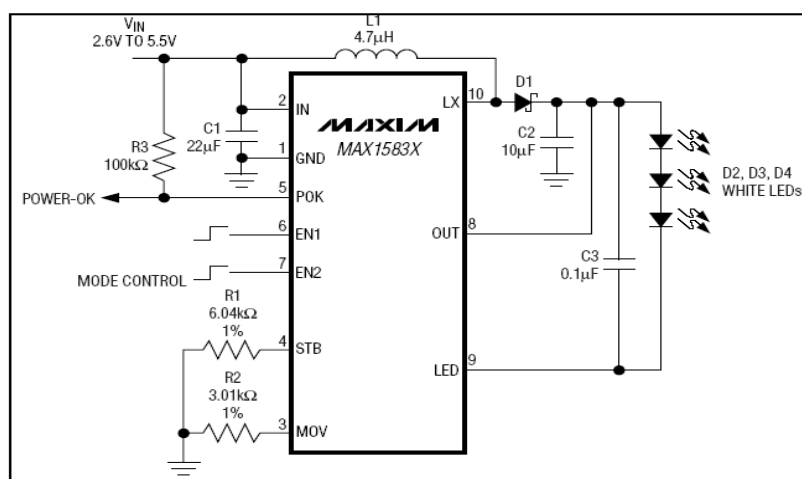

图 4. 照相机手机闪光灯驱动典型应用电路
(1)：MAX1583：能够以大电流驱动 5 个串联白光 LED，适用于移动电话、PDA 和其它手持终端。图 4 是为串联 LED 提供驱动的典型应用电路，两个逻辑输入 EN1/EN 用于选择 4 种操作模式：关断模式 (0.5uA 最大)、放映模式 (电流达 100 mA)、预充模式 (在 LED 熄灭时将储能电容充电至 24V) 和闪光灯模式 (电流达 300mA)。MAX1583 有 3 种不同的输入电流限制版本 (1A：MAX1583X； 0.5A：MAX1583Y 和 0.25A：MAX1583Z)，便于用户针对具体应用选择适当的储能电容。